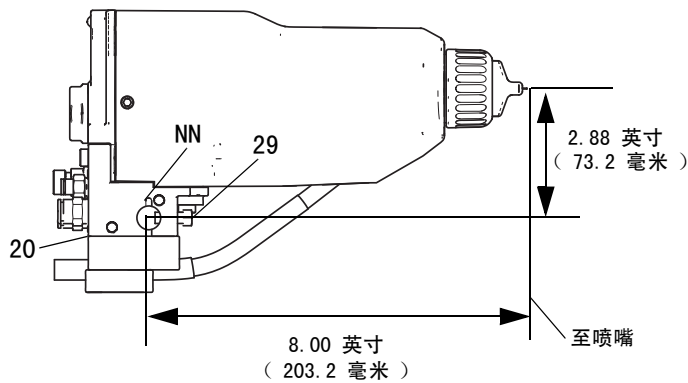

图 4. 安装
1. 松开歧管上的两个固定螺钉（29），并将歧管（20）滑动到 1/2 英寸（13 毫米）的固定杆上。参见图 4。
注：为了提高定位准确性，将一个 1/8 英寸（3 毫米）的定位针插入支架槽（NN）中并通过杆洞。参见图 4 中的详情。